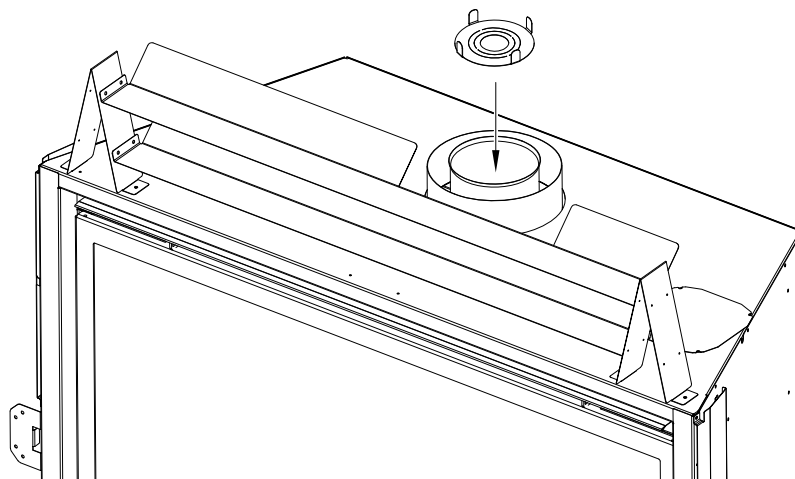

Figure 8.1 - Installation du restricteur d'évacuation
- L'écran thermique de conduit d'évacuation (fourni) doit être installé pour toute configuration du conduit d'évacuation. Voir la Figure 8.1. Dans cette figure, l'écran thermique de la bordure de dégagement supérieure est partiellement coupé, pour mieux montrer l'écran thermique du conduit d'évacuation.
- La plaque de restriction est expédiée avec tous les anneaux intérieurs intacts et, une fois installée, elle offre la restriction d'évacuation la plus élevée. Les (2) anneaux précoupés du centre peuvent être retirés. Pour créer moins de restriction, retirez seulement le premier anneau du centre; pour créer encore moins de restriction, retirez aussi le deuxième anneau du centre.